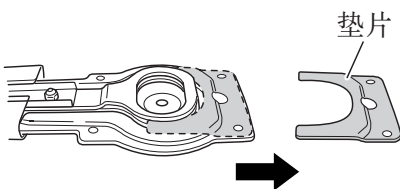

图 7
- (2) 从旧刀片上卸下垫片。（清除掉机壳内的所有切割下的碎片或垃圾。）（图 7）